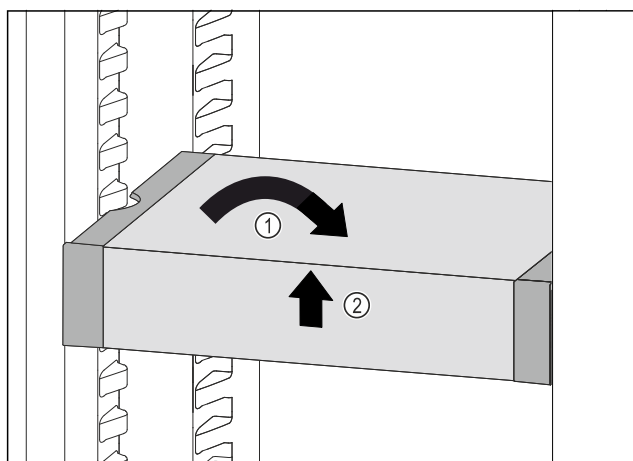

Fig. 75
- ▶ VarioSafe postavte rovně. Fig. 75 (1)
- ▶ VarioSafe vpředu zvedněte. Fig. 75 (2)